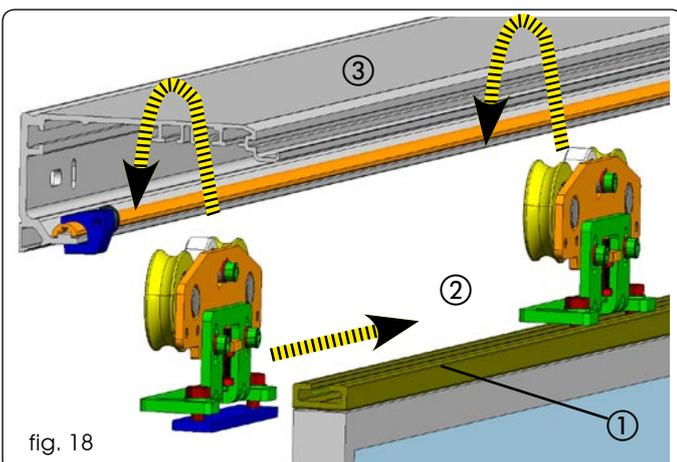

fig. 18
2. Posizionare due carrelli su ogni anta utilizzando le piastre e le viti in dotazione, in seguito montare il complessivo anta e carrello sul profilo di scorrimento, come indicato in fig. 18 ① ② ③.